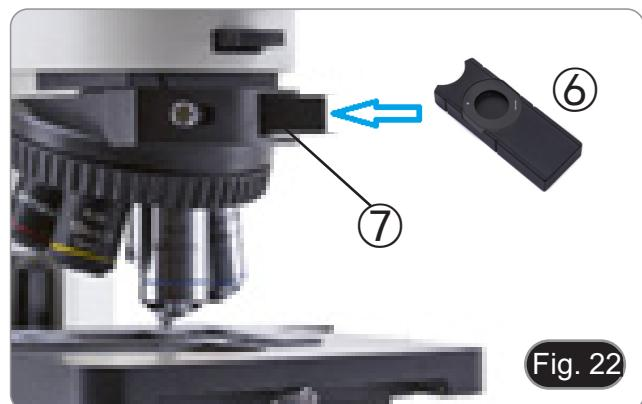

Fig. 22
3. Retirez le corseur vide du revolver et insérez l'analyseur dans le boîtier du curseur vide, puis insérez l'ensemble ⑥ dans la fente ⑦. (Fig. 22)